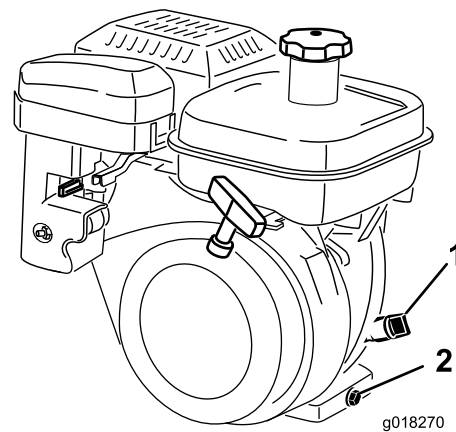

Bild 31
2. Stellen Sie den Rasenmäher so, dass der Motor eben steht und reinigen Sie dann den Bereich um den Ölpeilstab (Bild 31).
3. Nehmen Sie den Stab heraus. Drehen Sie ihn hierfür nach links (Bild 31).
4. Wischen Sie den Ölpeilstab ab und setzen Sie ihn in den Einfüllstutzen ein. Drehen Sie ihn nicht in den Einfüllstutzen ein. Entfernen Sie den Peilstab und prüfen den Ölstand. Füllen Sie bei niedrigem Ölstand so viel Öl ein, dass der Stand zwischen der H- und L-Markierung an der Anzeige liegt (Bild 31). Prüfen Sie den Ölstand. Füllen Sie nicht zu viel ein.
2. Stellen Sie eine Auffangwanne am Heck der Maschine unter die Ablassschraube (Bild 31). Lösen Sie die Ablassschraube.